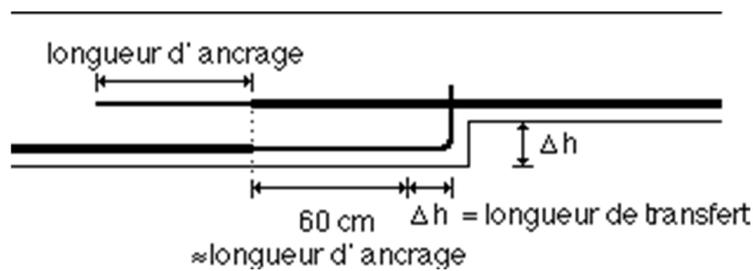

Figure 34 : les armatures – longuer de transfert et d'ancrage
- Les sections d'armature sont déterminées en tenant compte également du fait que les barres de l'armature inférieure dans la section de poutre plus épaisse, ne deviennent efficaces qu'à une certaine distance de la discontinuité. Cette distance est obtenue en additionnant la longueur d'ancrage à la longueur de transfert nécessaire pour le transfert des efforts d'une nappe à l'autre (Figure 34). Etant donné qu'aucun diamètre de barre n'a été spécifié dans ConCrete, le programme suppose une longueur d'ancrage constante de 60 cm. Dans la zone avec longueur égale à la longueur de transfert augmentée de 60 cm, le programme suppose pour la détermination de l'armature requise que la hauteur efficace varie de manière linéaire.